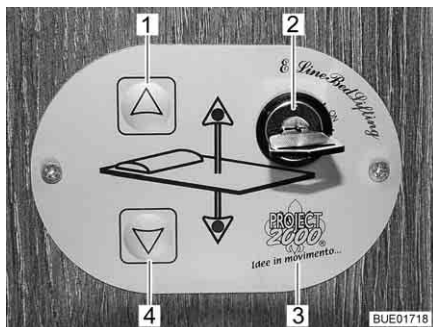

Fig. 119 Elemento di regolazione
È possibile abbassare o alzare il letto basculante tramite i tasti (Fig. 119,1 e 4) presenti sull'elemento di comando (Fig. 119,3). L'elemento di comando viene bloccato tramite l'interruttore a chiave (Fig. 119,2) per evitarne l'utilizzo accidentale.
- Girare la chiave nell'interruttore a chiave (Fig. 119,2). L'elemento di comando (Fig. 119,3) è attivato.
- Premere il tasto freccia (Fig. 119,4) e tenerlo premuto fino a quando il letto basculante raggiunge la posizione desiderata in basso.
- Premere il tasto freccia (Fig. 119,1) e tenerlo premuto fino a quando il letto basculante raggiunge la posizione finale in alto.